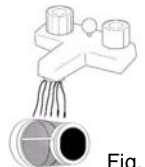

Fig. 15
3. También limpiar la canastilla sacudiéndola o enjuagándola bajo el chorro de agua del grifo. (Fig. 15) Dejar que seque por 24 horas antes de volverle a instalar el filtro.